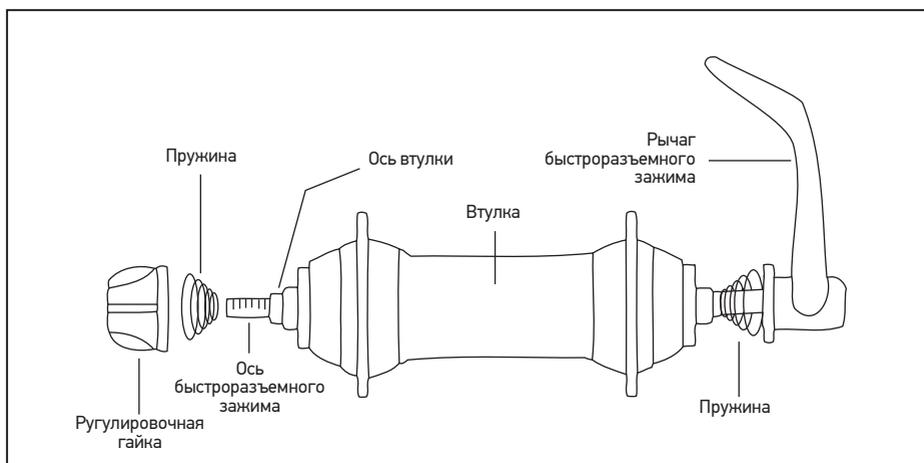
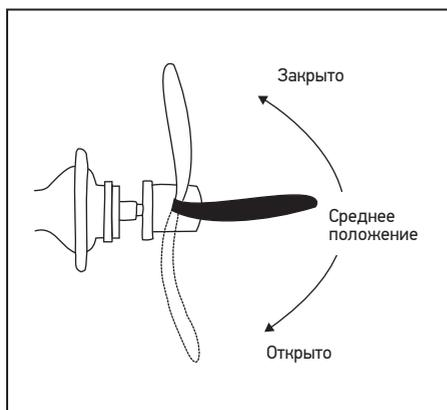

Рис. 33: Стандартный быстроразъемный зажим; схема частей.
Рис. 34: Положения рычага быстроразъемного соединения
- Стандартный быстроразъемный зажим (заднее колесо, Рис.33).
1. Установить рычаг быстроразъемного зажима в ОТКРЫТОЕ положение (Рис. 34) и установить колесо таким образом, чтобы оно полностью входило в прорези.
2. Установить рычаг в СРЕДНЕЕ положение (Рис. 34), затянуть регулировочную гайку (Рис. 33) до слегка плотного состояния.
3. Установить ладонью рычаг быстроразъемного зажима в закрытое положение (Рис. 34)
1. Установить рычаг быстроразъемного зажима в открытое положение (Рис. 34).